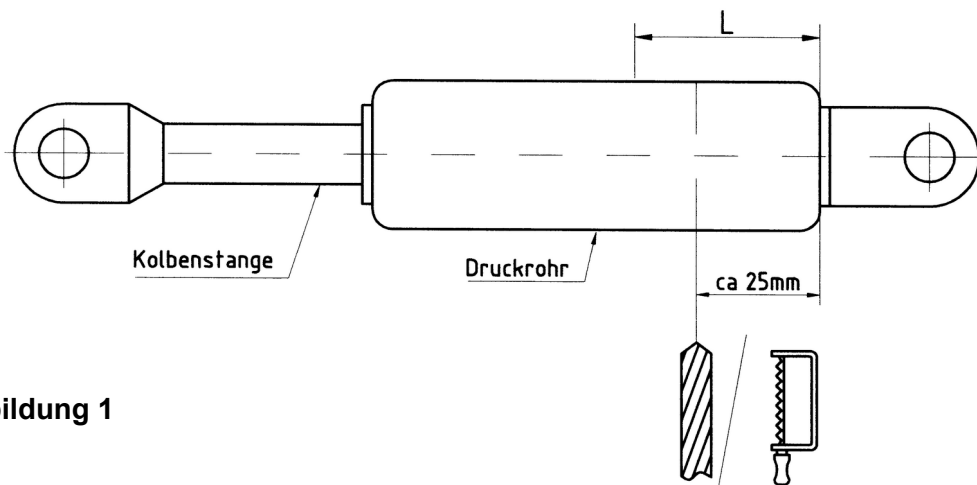

Abbildung 1
2. Das Druckrohr muss zum Entgasen an den angegebenen Stellen (siehe Abbildung 1) mit einer Handsäge langsam aufgesägt oder mit einem Bohrer von ca. Ø 2,5 mm aufgebohrt werden. Beenden Sie denn Arbeitsgang sobald Sie Zischgeräusche vernehmen. Das verwendete Füllmedium (Stickstoff) ist ein natürlicher Bestandteil unserer Luft. Druckverlust ist daher völlig unschädlich.